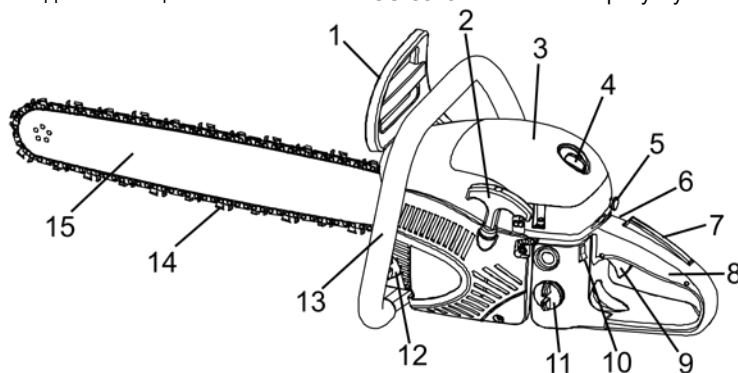

Рисунок 1
При кожній заправці паливом обов'язково перевіряйте та доливайте оливу для змащування ланцюга. Кришка горловини масляного бака (12, рисунок 1) позначена відповідним зображенням. Рекомендовано використовувати тільки спеціальну оливу для ланцюгів. Можливе використання чистих, відповідних сезону моторних олив (влітку – в'язкістю SAE10W-30 або SAE10W-40, взимку – SAE10W-20). Олива для ланцюгів значно знижує тертя та нагрів ланцюга та напрямної шини, полегшує їх очищення від стружки та пилу, надійно захищає від корозії та придатна до всесезонного використання.
- Перевірте, щоб гальмо ланцюга (1, рисунок 1) правильно функціонувало (увімкнене – важіль захисного пристрою (1) переведений уперед (убік пиляльної гарнітури), вимкнено – важіль переведений назад (убік руків'я)).
- Вимикач запалювання (10, рисунок 1) переведіть в положення «Увімкнене» («I», «ON»).
- Повністю витягніть ручку повітряної заслінки карбюратора (5, рисунок 1) (положення «CHOK» – повітряна заслінка повністю закрыта).
- Декілька разів натисніть на праймер, заповнений паливом (паливний насос 6, рисунок 1), доки він частково не заповниться паливом. Праймер, заповнений паливом більше ніж половина, свідчить, що до карбюратора надійшло паливо.
- Візьміться за переднє руків'я бензопили (13, рисунок 1) лівою рукою. Поставте бензопилу на землю, наступивши правою ногою на нижній бік заднього руків'я (8, рисунок 1).
- Візьміть руків'я стартера (2, рисунок 1) правою рукою та плавно потягніть шнур стартера. Зверніть увагу: не витягуйте повністю шнур стартера та не випускайте руків'я стартера при витягнутому шнурі – це може привести до пошкодження стартера. Потягніть руків'я стартера кілька разів, поки двигун не зробить робочий такт.